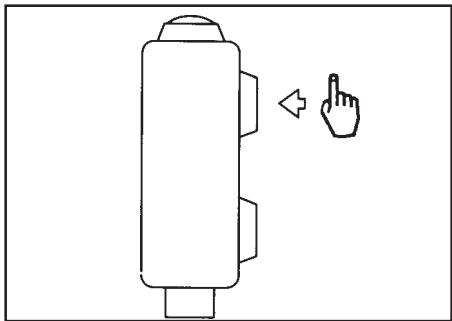

Figure 27
5. The machine has a one touch button on the joystick (see figure 27) that is preset for brush pressure and solution flow. Momentarily depress the one touch button if you wish to use these settings. **NOTE: If this is not the settings that you desire see page 14 or one touch operation.**
5. Le levier de commandes de la machine est équipé d'un bouton One Touch (voir figure 27) qui est pré-programmé selon le débit d'écoulement de la solution et selon la pression d'appui sur les brosses par défaut. Appuyez brièvement sur ce bouton One Touch pour utiliser ces réglages. **REMARQUE :** Si ces réglages ne sont pas adaptés à vos besoins, consultez la page 14 ou la section « Utilisation du bouton One Touch ».